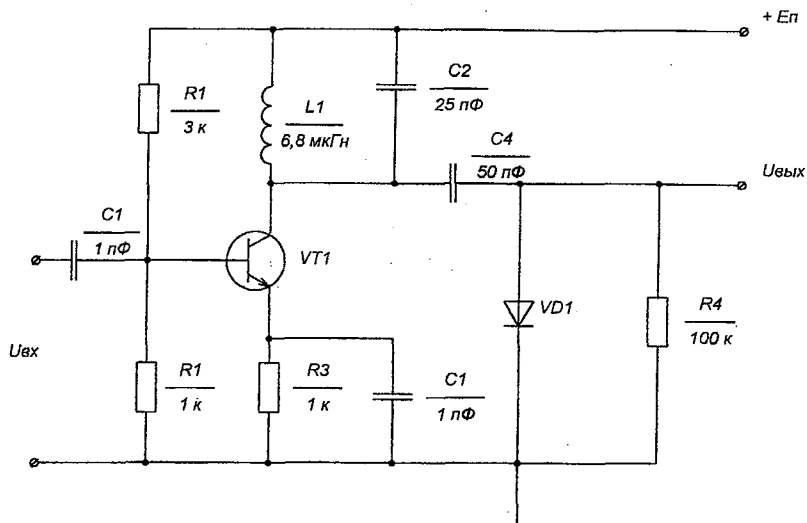

Рис. 2. Схема усилителя
3. По команде Analysis/Crear Netlist создаются список соединений и задание на моделирование, которые заносятся в три файла с расширениями имен: .als, .net, .cir. Например, для схемы (рис. 2) эти файлы представлены в табл. 2.